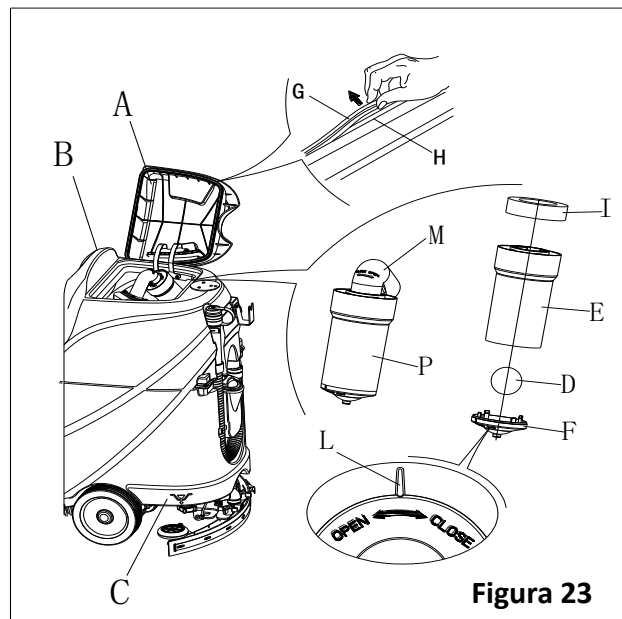

Figura 23
2. Asigurați-vă că mașina este oprită și cheia de contact (40) a fost scoasă.
3. Rotiți capacul rezervorului de recuperare (A, Figura 23) la 90 de grade, de unde poate fi scos de pe rezervor, și apoi scoateți filtrul flotor cu sferă (P) din rezervor.
4. Curățați capacul rezervorului de recuperare (A), rezervorul de recuperare (B), rezervorul de apă curată (C) și cadrul suport al filtrului flotor cu sferă (E). Goliți rezervorul de recuperare cu ajutorul furtunului de scurgere (15).
5. Dacă este necesar, urmați simbolurile "OPEN" (DESCHIS) și "CLOSE" (ÎNCHIS), după cum se vede în Figura 23 pentru a deschide capacul de la partea inferioară (F) a filtrului flotor și apoi curățați sfera flotoare (D), cadrul suport al filtrului (E) și buretele filtrului (I). După curățare, fixați sfera flotoare (D) pe cadrul suport al filtrului (E) și apoi aliniați marcajul-canelură (L) de pe capacul de la partea superioară (F) a filtrului flotor, cu marcajul-canelură (L) de pe cadrul suport al filtrului (E). Înșurubați strâns capacul de la partea inferioară a filtrului flotor și fixați buretele (I) pe cadrul suport al filtrului (E). În final, conectați-l la furtunul de scurgere a apei uzate (M).
7. Verificați dacă suprafața de contact a garniturii de etanșare (G) este integră și etanșarea se realizează suficient. Dacă este necesar, scoateți garnitura de etanșare din canelura presetupei (H) și înlocuiți-o. Asamblați noua garnitură de etanșare așa cum se vede în Figura 23, îmbinarea trebuie să se facă în zona din mijloc.
8. Închideți capacul rezervorului de recuperare (A).